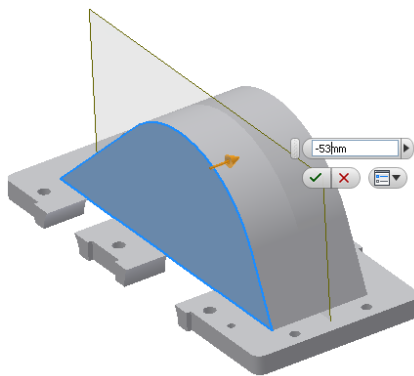
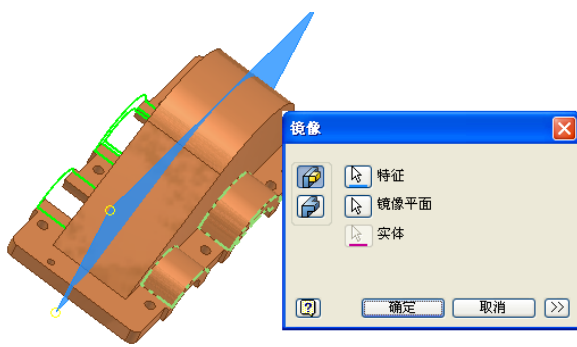

图 9-72 建立工作平面
图 9-80 镜像示意图
①为了建立拉伸草图，新建一个工作平面。这里将箱盖主体部分的侧面偏移主体部分厚度的一半来创建工作平面，如图 9-72 所示。
④通过镜像工具将该特征复制到零件的另外一侧去。详细过程不再讲述，镜像示意图如图 9-80 所示，选择的镜像平面是图 9-72 中所示的工作平面。